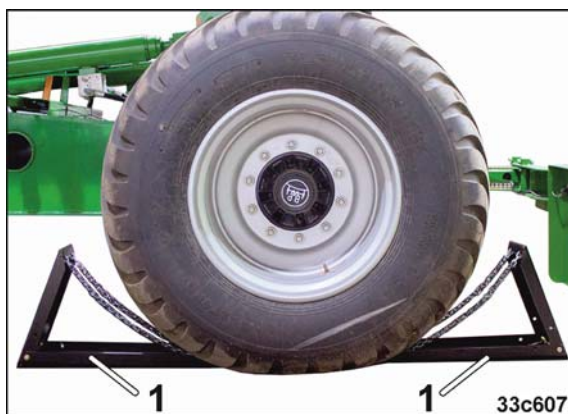

Fig. 144
10. Maschinenreifen mit zwei Unterlegkeilen (Fig. 144/1) sichern